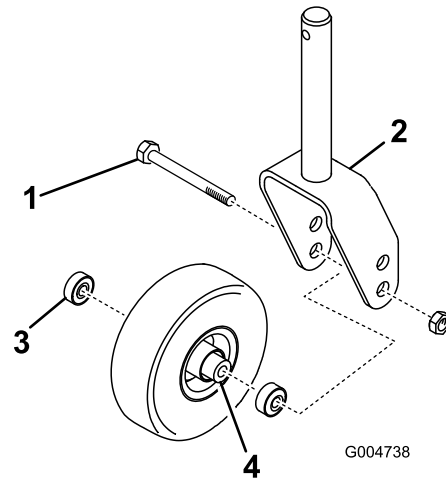

Figure 30
1. Enlevez le contre-écrou du boulon qui fixe la roue pivotante à la chape (Figure 30). Maintenez la roue
2. Enlevez le roulement du moyeu de la roue et laissez tomber l'entretoise à l'extérieur (Figure 30). Enlevez le roulement de l'autre côté du moyeu.